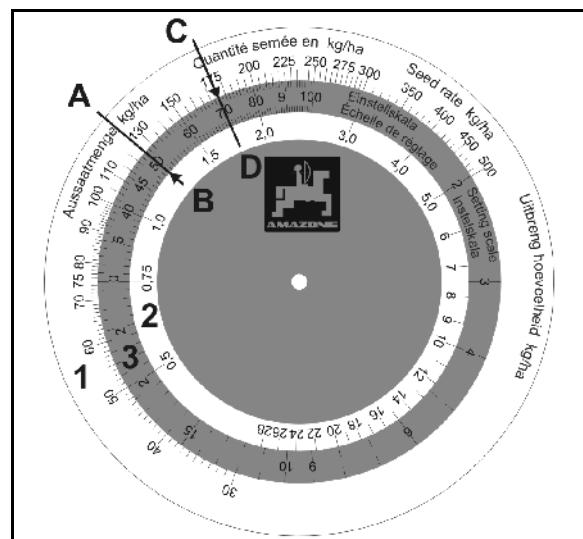

Рис. 88
Логарифмический диск имеет три шкалы: внешней шкалы белого цвета (Рис. 88/1) для всех норм высева свыше 30 кг/га и внутренней шкалы белого цвета (Рис. 88/2) для всех норм высева ниже 30 кг/га. На средней, цветной шкале (Рис. 88/3) указаны положения редуктора от 1 до 100.
- Значение нормы высева – **125 кг/га** (Рис. 88/A) и положение редуктора – **50** (Рис. 88/B) устанавливаются на логарифмическом диске друг над другом.
- Теперь с помощью логарифмического диска узнайте значение положения редуктора для нужной нормы высева **175 кг/га** (Рис. 88/C). На нашем примере положение редуктора равно **70** (Рис. 88/D).